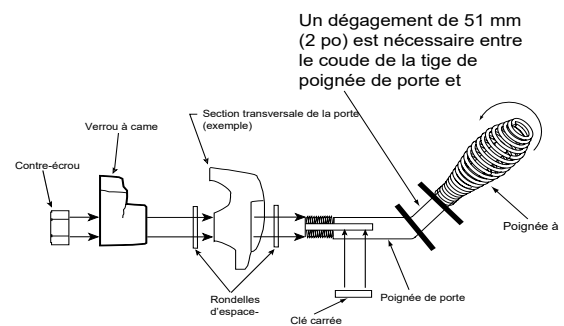

Figure 22.2
3. Placez une deuxième rondelle comme illustré à la **figure 22.2**.
7. Installez la poignée à ressort en la tournant dans le sens contraire des aiguilles d'une montre jusqu'à la position souhaitée sur la tige de la poignée de porte pour obtenir le dégagement de 51 mm (2 po) nécessaire (**Figure 22.2**).